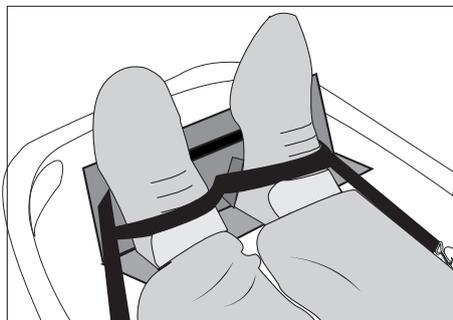

Bild 8: Befestigung der Fußstütze
1. Klappen Sie die Fußstütze auf, schieben Sie den unteren Teil vorsichtig unter die Füße des Patienten und stellen sie auf eine passende Höhe ein, um das Rutschen zu verhindern. Die Füße sollten mit den beiden Klett-Sicherungsgurten fixiert werden (Bild 8).